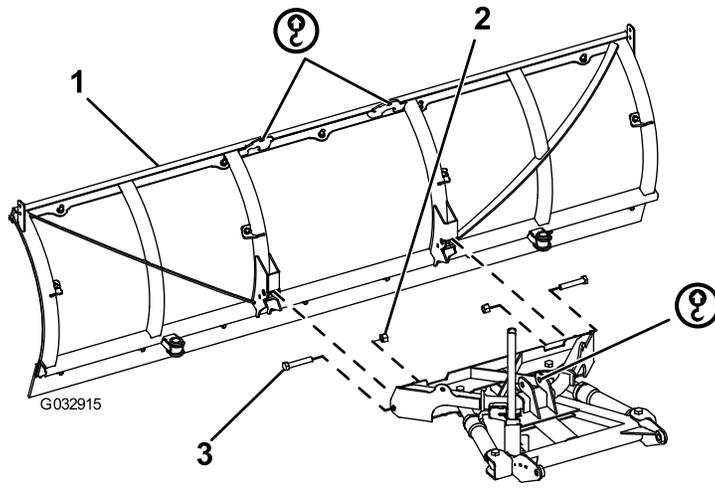

Bild 1
1. Befestigen Sie die Vorderseite des Schubrahmens mit zwei Schrauben (5/8") und selbstverriegelnden Muttern am Schneeschild (Bild 1). Ziehen Sie die Schrauben mit 153 N m an.